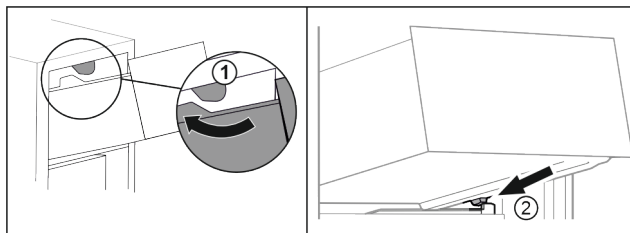

Fig. 102
- ▶ Lade om de bovenste stoppers leiden. Fig. 102 (1)
- ▶ Lade schuin achter de onderste stoppers op containerrib plaatsen. Fig. 102 (2)